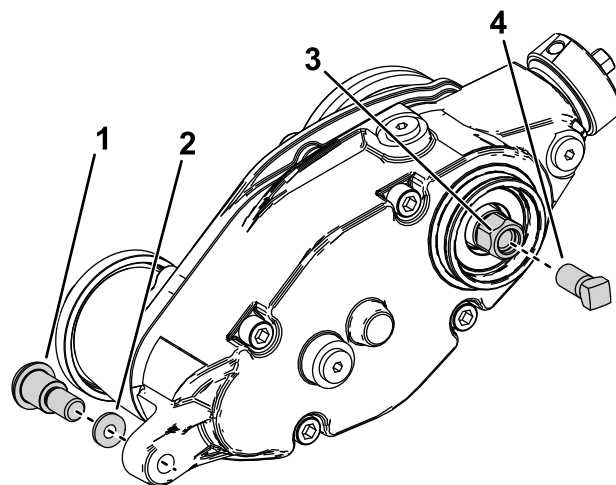

Figura 25
3. Îndepărtați urubul cu umăr și aiba călită care conectează caseta de acționare a dispozitivului de finisare la braele de reglare (Figura 25).
5. Montați urubul de fixare (cod piesă 1-803022 - comercializat separat) pe filetele interioare ale capului hexagonal al casetei de acționare a dispozitivului de finisare și strângeți la 13,5 Nm, după cum este indicat în Figura 25.
capului hexagonal al casetei de acționare a dispozitivului de finisare (Figura 25).